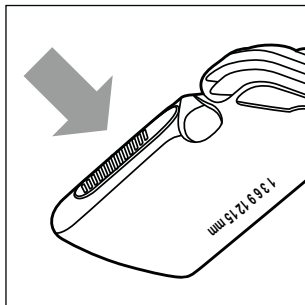

Fig. 5
- Pulse el botón al deslizar el accesorio con peine **10/11** hacia arriba o hacia abajo (consulte la fig. 5). Así es más fácil soltar el accesorio con peine **10/11** del encastre y moverlo.
- ▶ Pulse la parte superior del botón al deslizar el accesorio con peine **10/11** hacia arriba o hacia abajo (consulte la fig. 5). Así es más fácil soltar el accesorio con peine **10/11** del encastre y moverlo.